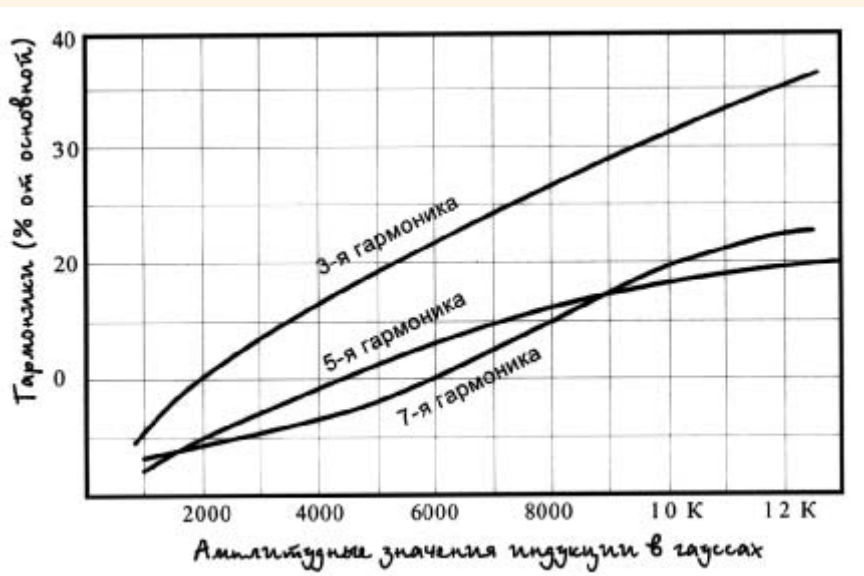

Рис.4 Искажения тока в зависимости от амплитудных значений $V_{\text{реак}}$.
На Рис.4 искажения отображены в зависимости от амплитудных значений $V_{\text{реак}}$. Partridge называл эти искажения «внутренними», присущими данному ОТ, типу железа и индукции В. Он также показал, что эти измерения подтверждают теорию для нагруженного трансформатора, когда сопротивление R_L пересчитывается в первичку (см. Рис.2). Активная составляющая искаже-
Возьмем теперь обычный двухтактный (PP) усилитель, подобный тому, на котором Partridge демонстрировал свои результаты. Скажем на выходе стоят 2хКТ66 пентоды с внутренним сопротивлением каждого 25 кОм (подобные нашим 6ПЗС-Е). Тогда $2R_p = 50$ кОм, а сопротивление между анодами примем равным $R_o = 5$ кОм, при этом пусть $2\pi f L_p = 20$ кОм ($f = 50$ Гц). Тогда, при $V_{\text{реак}} = 3000$ Гаусс по Рис.4 определим, что искажения по току равны 14%, а по напряжению: $(14\%) \times 4,5 \text{ кОм} / 20 \text{ кОм} = 3,2\%$ в отсутствие обратной связи. Преимущество триодов перед пентодами вытекает непосредственно из формул Partridg'a. Скажем, применяются триоды WE300В с тем